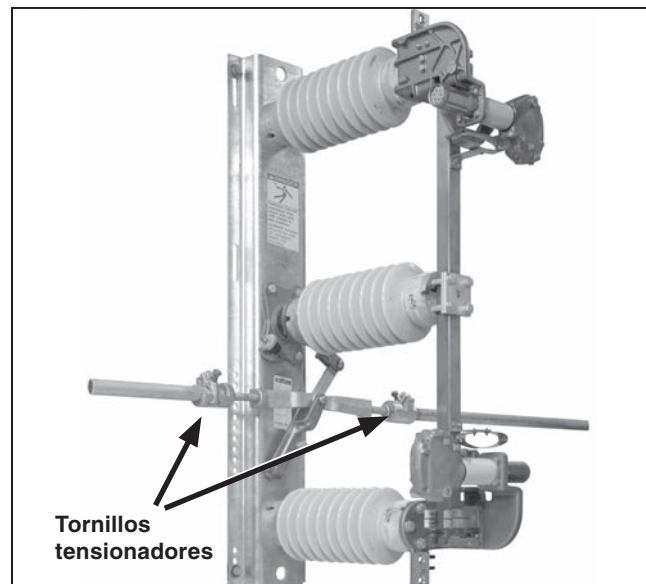

Figura 34. Reajuste del (los) tornillo(s) tensionador(es) en el(los) acoplamiento(s) ajustable(s) del tubo.
- En el caso poco posible de que uno o dos polos del interruptor estén totalmente cerrados, reajuste el tornillo(s) tensionador(es) en el acoplamiento(s) ajustable(s) del tubo en el polo del interruptor para incrementar o disminuir el(los) largo(s) efectivo(s) del(los) tubo(s) de operación de interfaz. Vea la Figura 34.